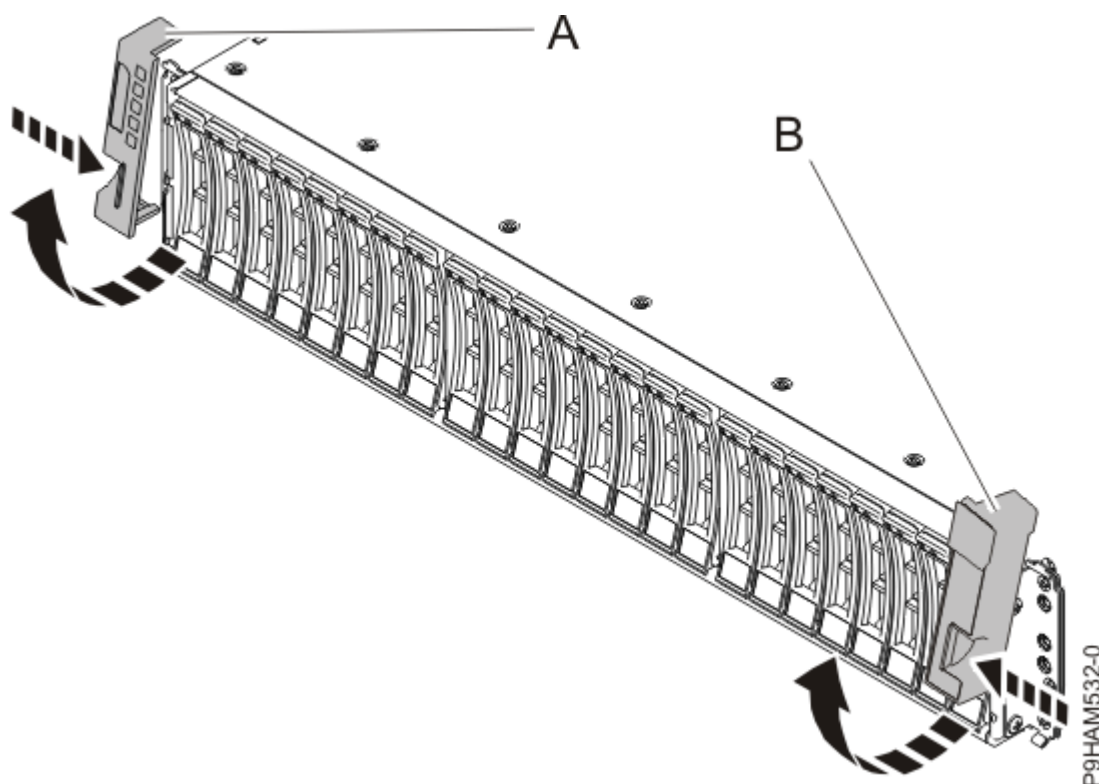

Figura 2. Extracció de les cobertes laterals
3. A la part frontal del bastidor, traieu la coberta lateral esquerra, **(A)**, i la coberta lateral dreta, **(B)**, per veure les peces de subjecció de muntatge. Agafeu la pestanya d'alliberament i gireu la coberta cap amunt fins que surti de la vora del xassís, tal com es mostra a la Figura 2 a la pàgina 19.